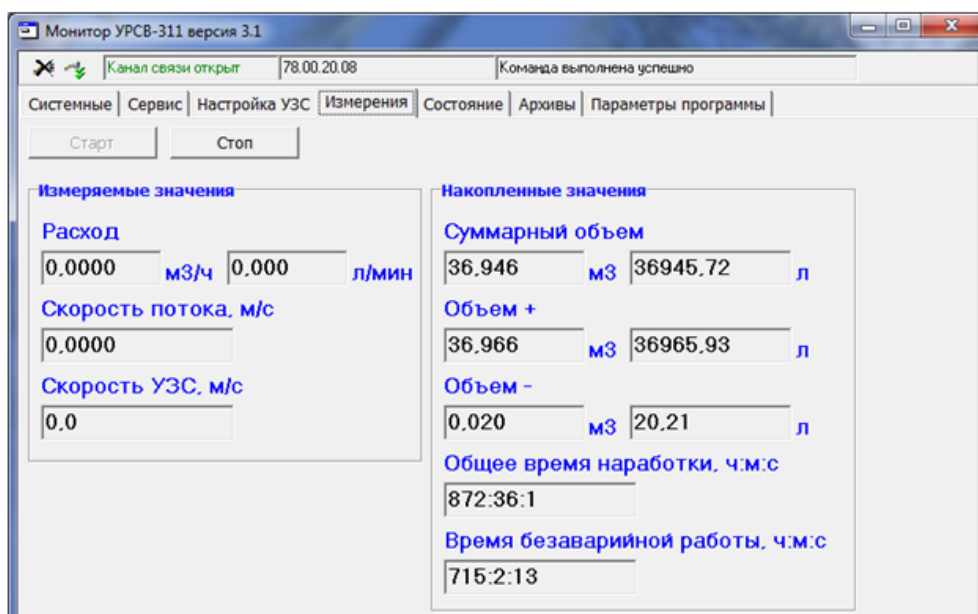

Рис.11. Вид вкладки «Измерения» приложения «Монитор УРСВ-311».
4.1.4. На вкладке «Измерения» (рис.11) после нажатия на кнопку «Старт» возможен просмотр текущих значений измеряемых параметров.